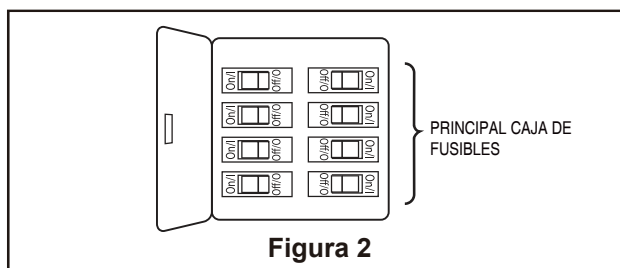

Figura 2
2. Ensamble el ensamble de la placa de iluminación en la placa del adaptador del ensamble de motor mediante los dos chaveteros del ensamble de la placa de iluminación. Vuelva a colocar el tercer tornillo y apriete todos los tornillos. (Figura 2)
2. Restaure la fuente de alimentación de la toma de corriente enciendo la electricidad del fusible principal. (Figura 2)